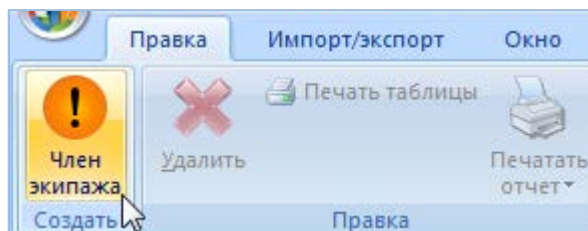

Рис. 13-407. Вкладка «Правка»
5) Поместить курсор в рабочее окно «Члены экипажа» для выбранного авиационного события и нажать кнопку «Член экипажа» панели «Создать» (рис. 13-407).